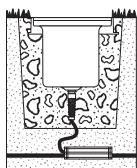

Abb. 4
- 3) In Park- und Gartenanlagen in Beton (**Abb. 4**)